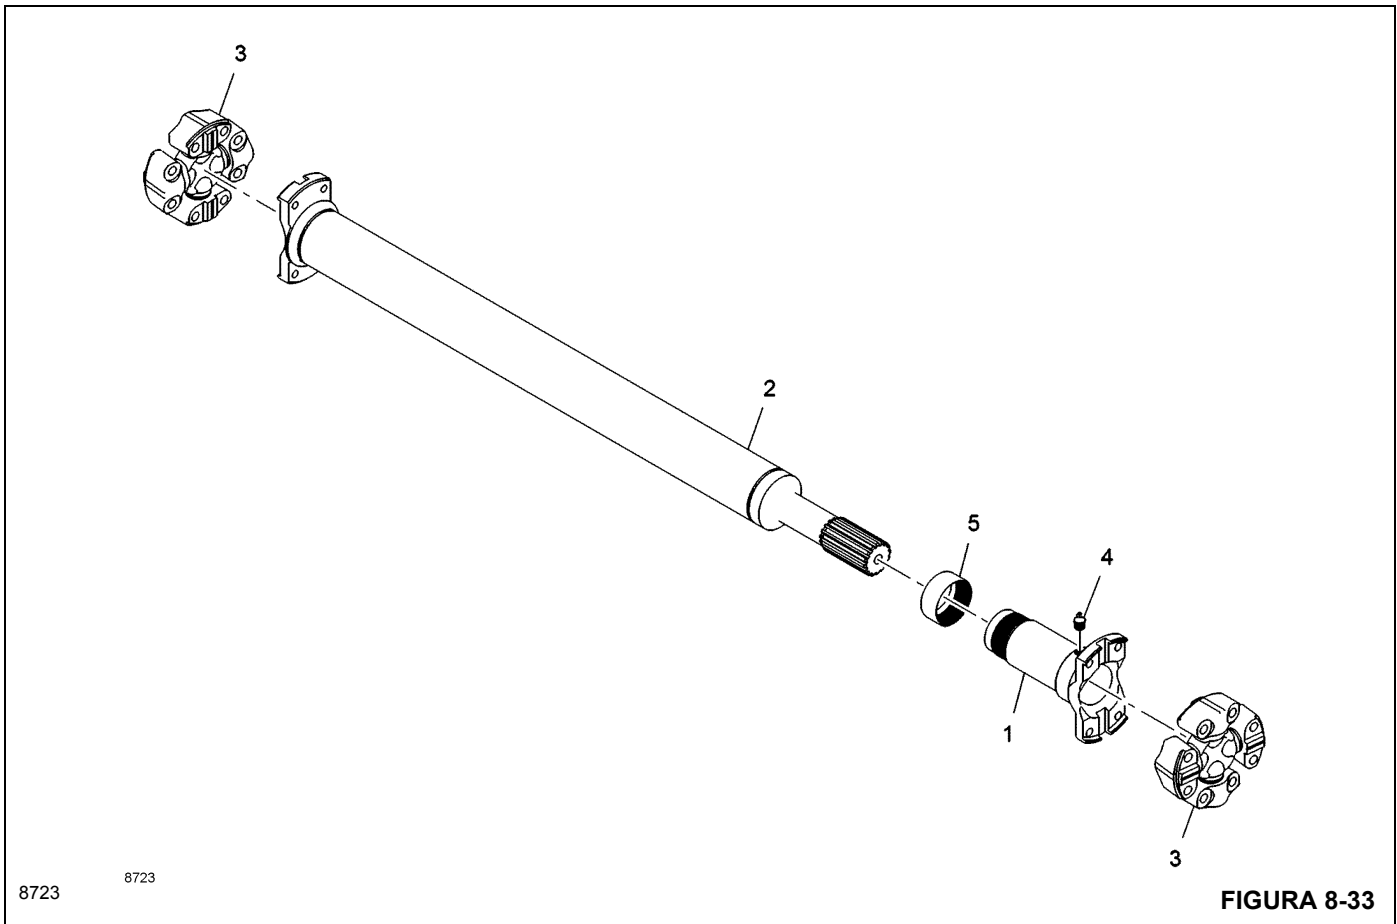

FIGURA 8-33
1. Remova os parafusos e as arruelas de pressão da junta universal (Figura 8-33) montada na transmissão.
1. Aplique óleo SAE 140 nas estrias do garfo com tubo e extremidade estriada **2** Figura 8-33. Monte o conjunto da tampa contra poeira **5** no garfo com tubo e extremidade estriada. Deslize o garfo com tubo e extremidade estriada para dentro do garfo deslizante **1**. Verifique se ambas as extremidades do eixo de acionamento estão no mesmo plano. Aperte o conjunto da tampa contra poeira.
1. Prenda a junta universal do garfo com tubo e extremidade estriada 2 Figura 8-33 ao disco do freio de estacionamento no eixo dianteiro com parafusos e arruelas de pressão.
NOTA: Ambas as extremidades do eixo de acionamento devem estar exatamente no mesmo plano, como mostrado na Figura 8-33.